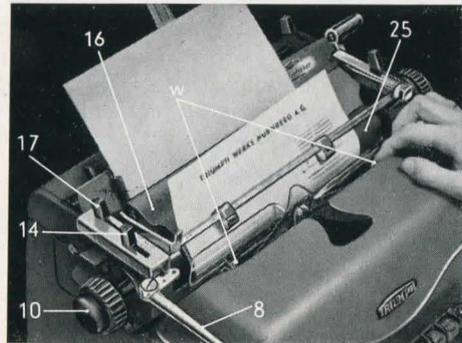

Abb. 11
Bei Korrekturen drehe man den eingespannten Bogen so weit nach oben, bis die Fehlerstelle auf dem Papierableiter (16) zu liegen kommt. Erfolgt eine Korrektur am unteren Rand des Bogens, so klappt man durch Druck auf die Hebel (w) die Zeilenrichter (13) nach vorn, um an die Radierstelle herankommen zu können (Abb. 11). Den Wagen verschiebe man stets so weit wie möglich nach links oder rechts, damit kein Radierstaub in die Maschine fallen kann.